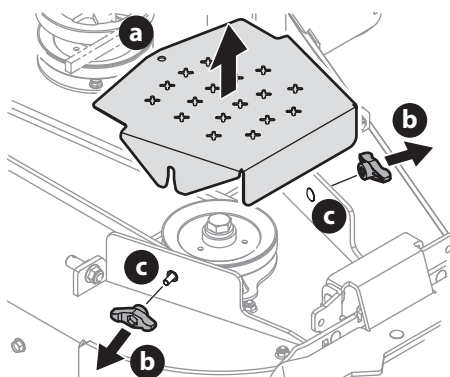

Fig. 53
- Para quitar las cubiertas de la correa (a), quite las perillas de mariposa (b) de los tornillos de carro (c) que las aseguran a la plataforma (Fig. 53).
- La tuerca de apriete rápido debería sostener el tornillo de carro (c) y el perno de lengüeta en su lugar; de lo contrario, vuelva a instalar (Fig. 53).